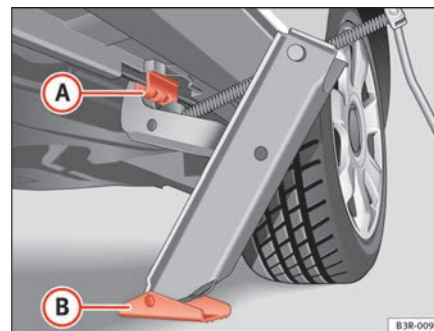

Fig. 191 Troca da roda:
- Posicione o macaco de modo que a sua garra envolva o perfil da longarina inferior ⇒ fig. 191 A e que a placa base móvel B fique totalmente assente no chão.